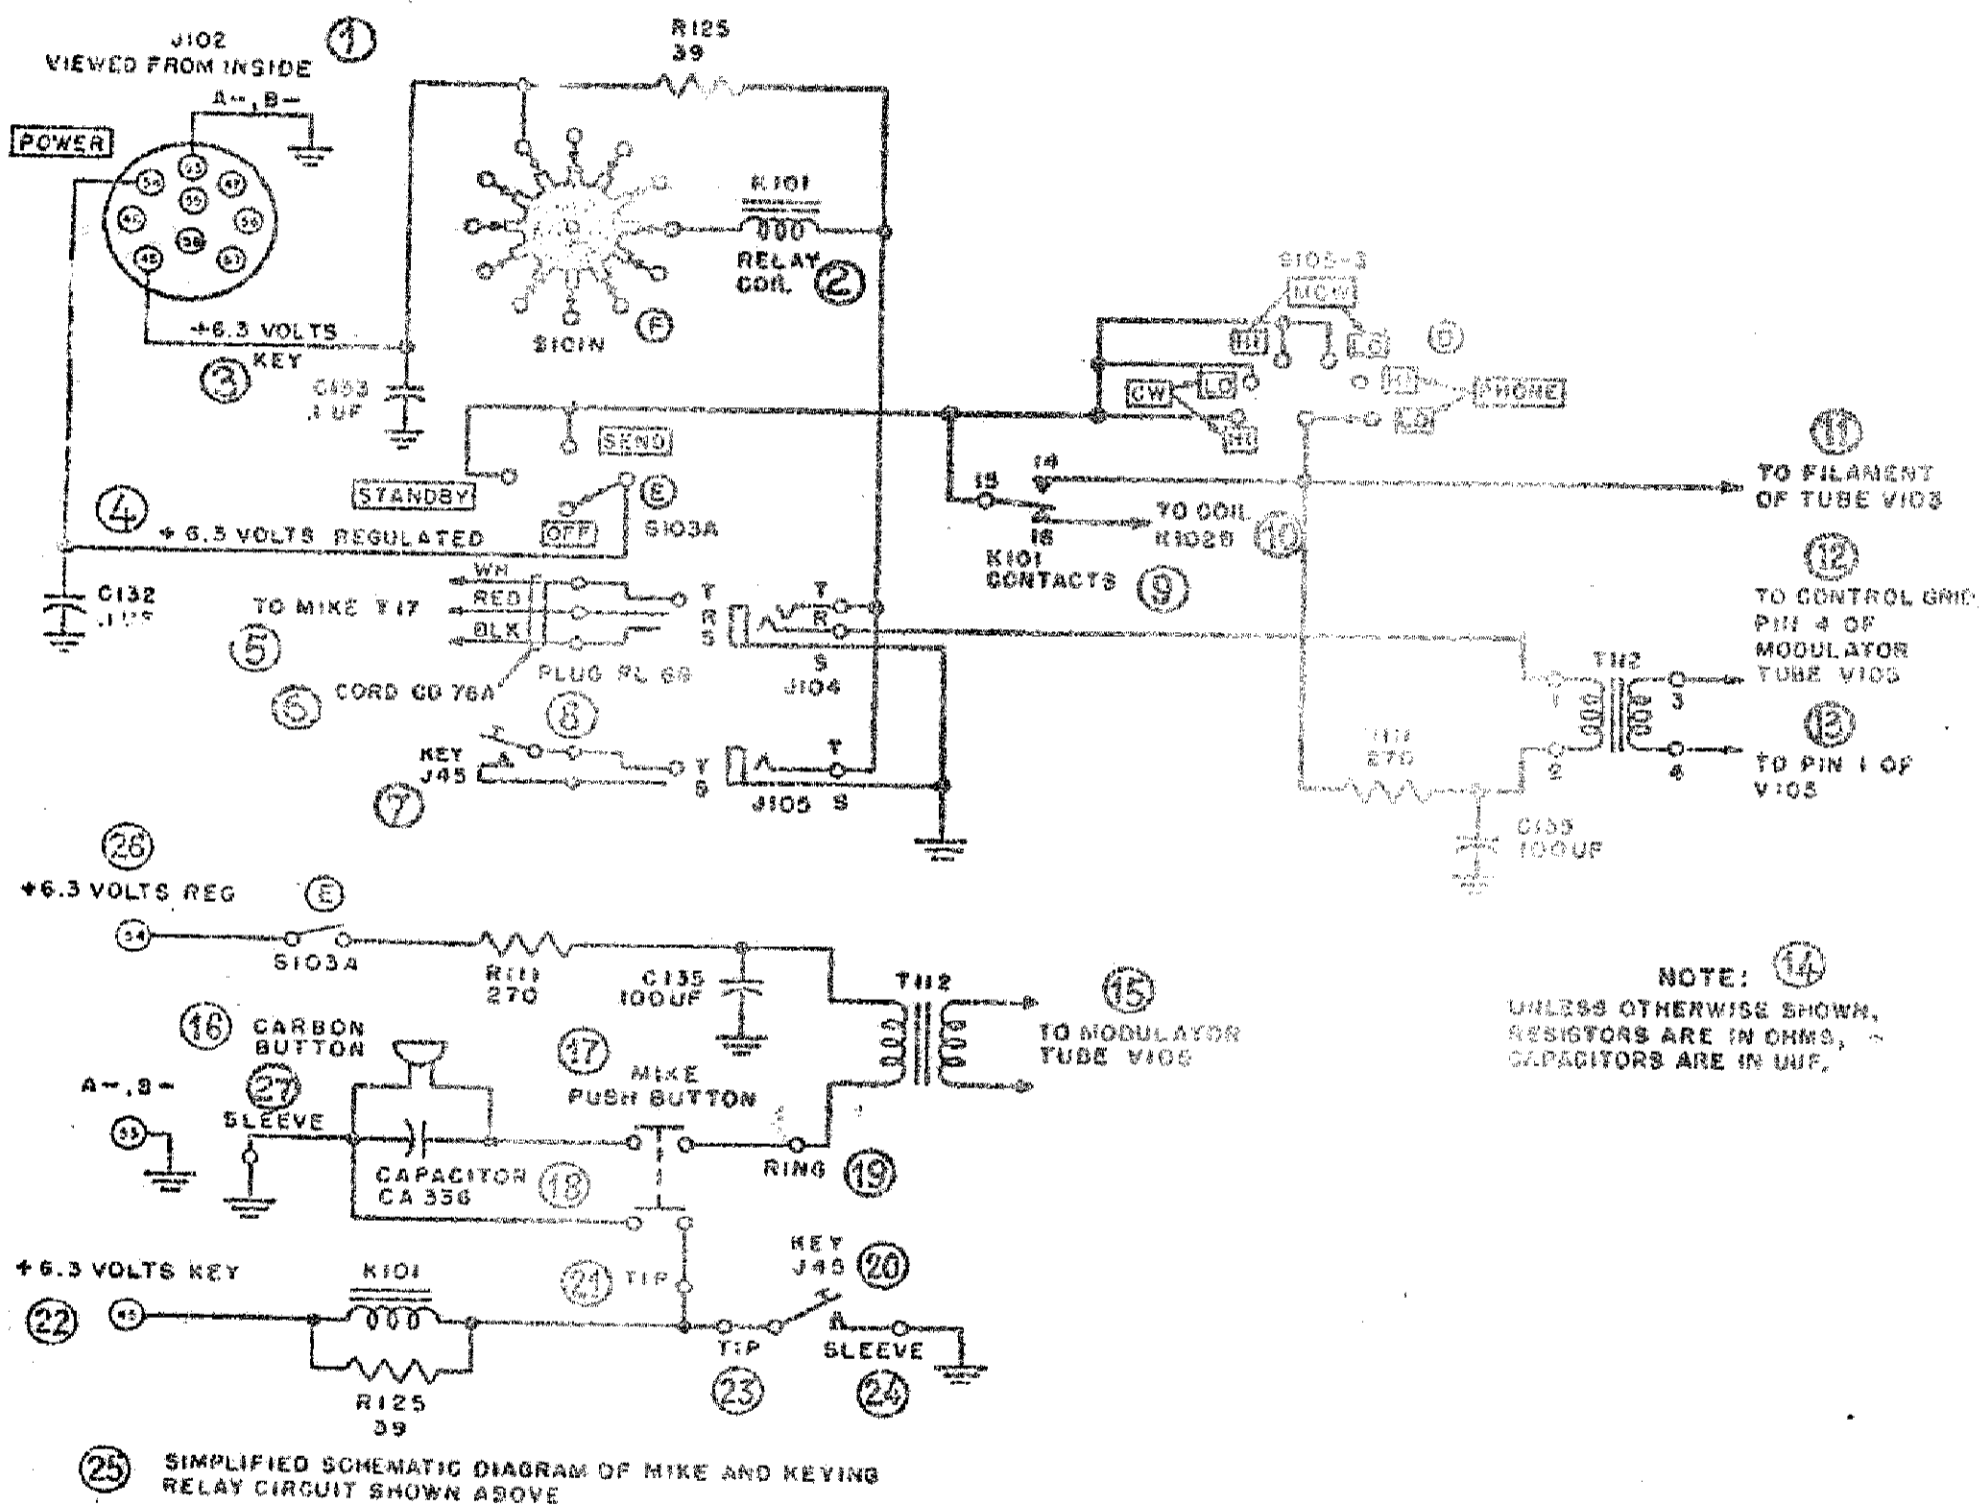

FIG. 31 - Collegamenti del tasto e del microfono.
b. Affinchè possa funzionare un microfono, è necessario che sia eccitato da una certa corrente. Attraverso il piedino 54 della presa J102 del trasmettitore, entra una corrente che attraverso la posizione SEND del commutatore S103A va ai contatti del relè K101 ed al commutatore S105-3. Se l'S105-3 è su CW o su MCW, la corrente raggiunge il microfono indipendentemente dalla posizione dei contatti del relè (fig. 31). Se però l'S105-3 è su PHONE, l'unica via attraverso la quale si può eccitare il microfono è quella dei contatti 14 e 15 se sono chiusi. Dall'S105A, la corrente attraverso la resistenza limitatrice R11, va al primario del T12 e da lì all'anello